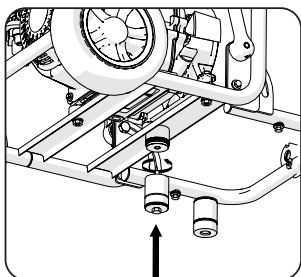

Abb. 4
**Hinweis:** Um Zugang zum Stutzen unter dem Rahmenquerträger zu erhalten, kann die Maschine nach hinten gekippt werden. Lassen Sie sich beim Kippen der Maschine fachkundig helfen und achten Sie darauf, dass die Radbremse angezogen ist, bevor die Maschine nach hinten gekippt wird. **(Abb. 4)**